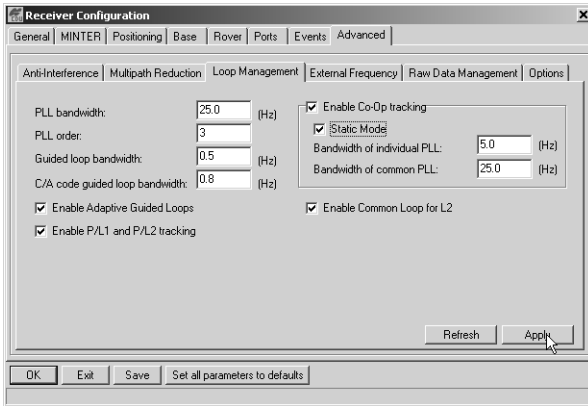

Figura 3-4. Advanced ▶ Loop Management
4. Haga clic en la pestaña **Loop Management** (Gestión de Bucle) y defina los siguientes parámetros, después haga clic en **Apply** (Figura 3-4):